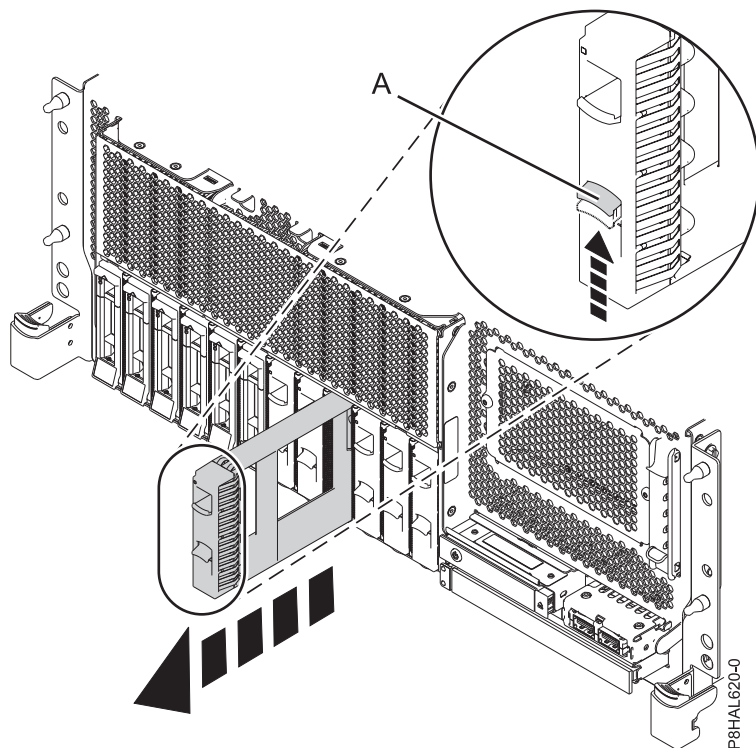

Figure 45. Retrait d'un obturateur d'unité de disque d'un système à fonction de base monté en armoire
- a. Appuyez sur le verrou (A) situé sur la poignée de l'obturateur dans la direction indiquée à la figure 45.